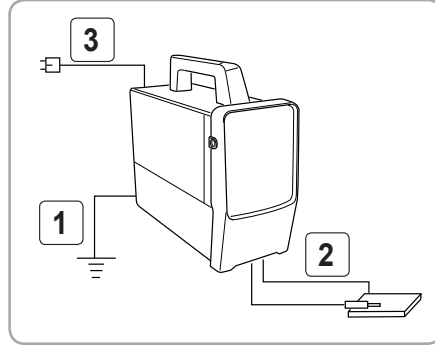

Fig.4
- În spatele mașinii există un șurub pentru legare la pământ, care este marcat corespunzător. Partea exterioară trebuie conectată corect printr-un cablu cu secțiune de 10 mm2. Fig. 4 (1)
- Asigurați-vă că port electrodul și cablul de legare la pământ (cablurile secundare) sunt bine conectate la fișele mobile, pentru a evita arderea acestora din urmă. Fig. 4 (2)
- După ce ați introdus ștecherul în priză, Fig. 4 (3) asigurați-vă că acestea au fost cuplate corect; în caz contrar acestea se vor supraîncălzi dacă se lucrează cu ele o perioadă mai lungă de timp și dacă valorile curentului sunt ridicate. Acest lucru este foarte important.